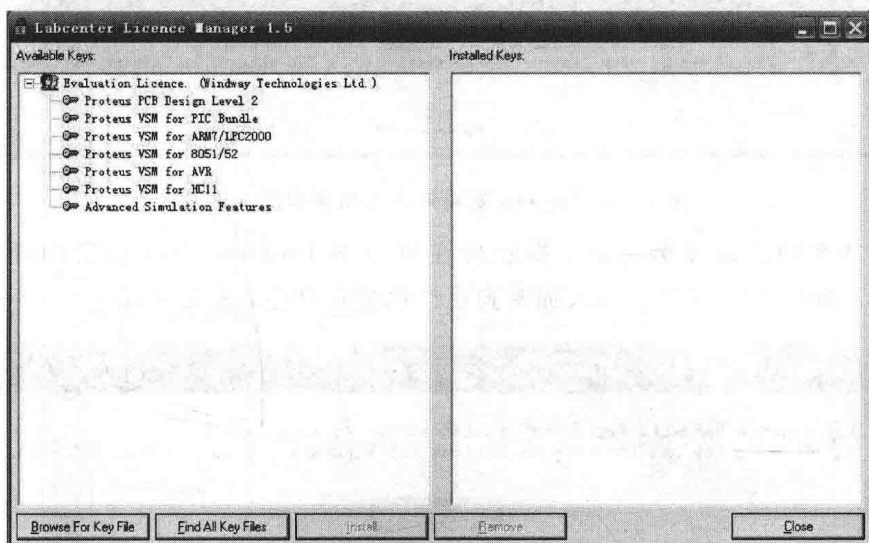

图 1-4 Proteus 安装 Licence Key 查找界面
② 点击“Next”进入 Licence Manager, 进行 Licence Key 的安装, 如图 1-4 所示。